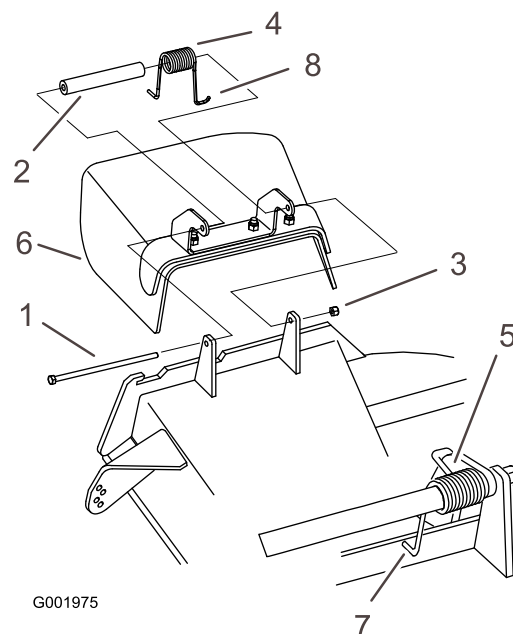

Figura 89
1. Retire la contratuercas, el perno, el muelle y el espaciador que sujetan el deflector a los soportes de pivote (Figura 89).
Nota: Asegúrese de colocar un extremo con gancho en **J** del muelle detrás del reborde de la carcasa antes de instalar el perno, según se muestra en Figura 89.
6. Coloque 1 extremo en **J** del muelle alrededor del deflector de hierba (Figura 89).